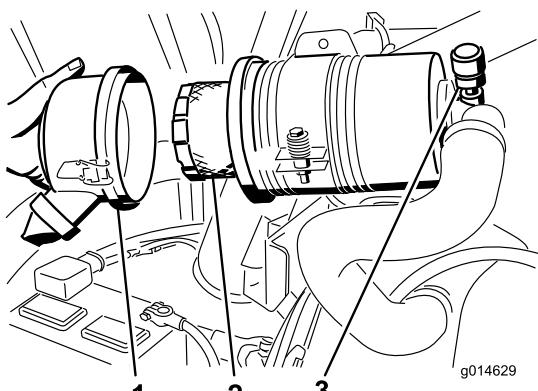

Figura 62
3. Togliete il filtro e sostituitelo (Figura 62).